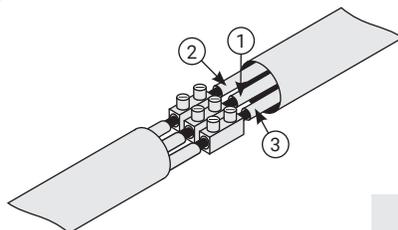

Рис.11
4.2.7. Провод заземления имеет желто-зеленый цвет и желтый клеммник (рис. 11 «3») фаза (L) - черный цвет и черный клеммник (рис. 11 «1»), ноль (N) - синий цвет и синий клеммник (рис. 11 «2»).